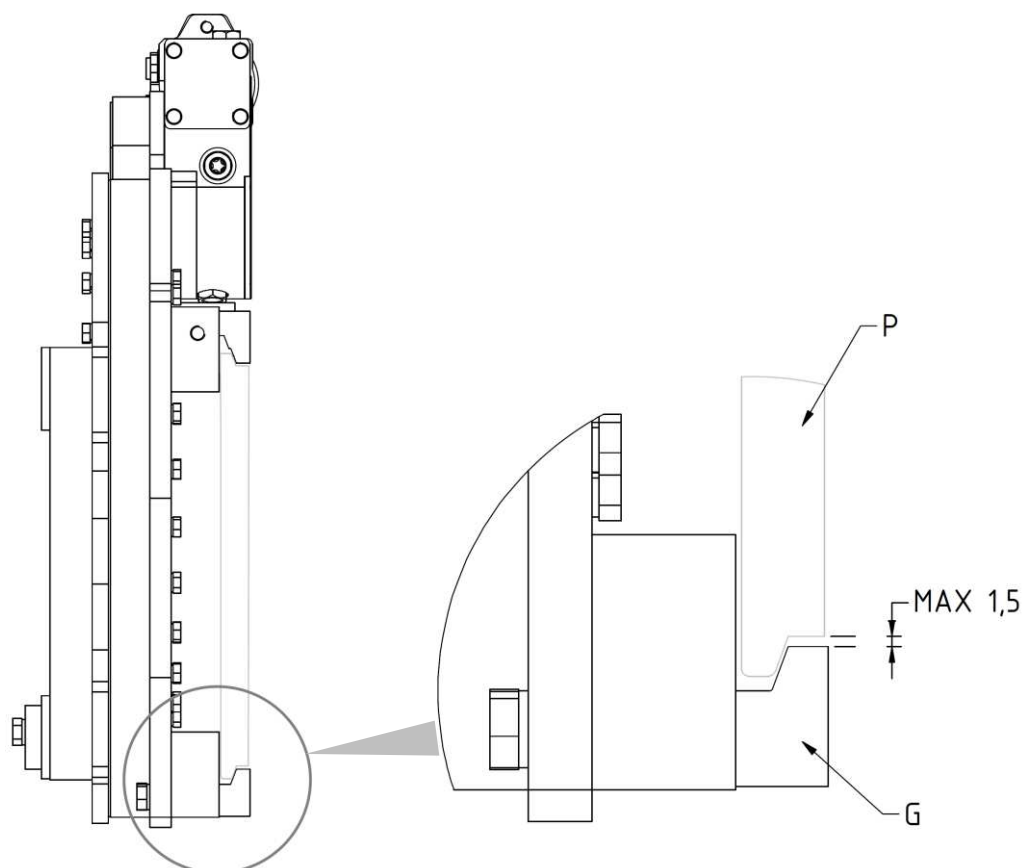

Figura 6
7. Riavvitare i 2 ganci inferiori **G** in modo che il corpo di questi rimanga agganciato anche inferiormente alla piastra porta forche **P** (con gioco max. 1,5mm, vedi dettaglio *Figura 6*), serrando con coppia di serraggio indicata nella *Tabella 3*.